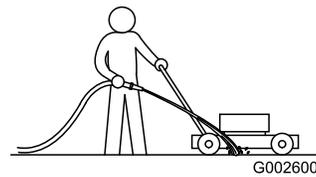

Bild 21
4. Halten Sie einen Gartenschlauch auf Holmhöhe und spritzen Sie einen Wasserstrahl vor das **rechte** Hinterrad (**Bild 21**).